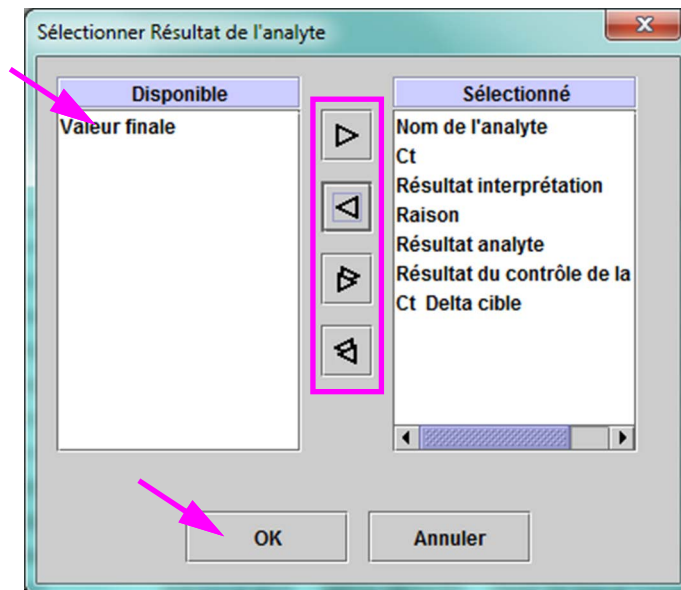

Figure 5-58. Boîte de dialogue Select Analyte Result (Sélectionner le Résultat de l'analyte)
- Le bouton **Analyte Result (Résultat de l'analyte)** permet à l'utilisateur de sélectionner des informations spécifiques pour inclure la section du résultat de l'analyte dans le rapport Figure 5-58.